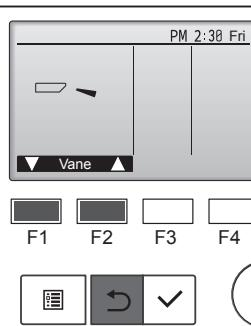

Fig. 8-4
- ② Πατήστε το πλήκτρο [ΕΠΙΛΟΓΗ] για να εμφανιστεί η οθόνη της λειτουργίας Vane (Πτερύγιο φτερωτής) και, στη συνέχεια, πατήστε τα κουμπιά [F1] και [F2] για να ελέγχετε την αυτόματη διακύμανση της κατεύθυνσης του αέρα. (Fig. 8-4)